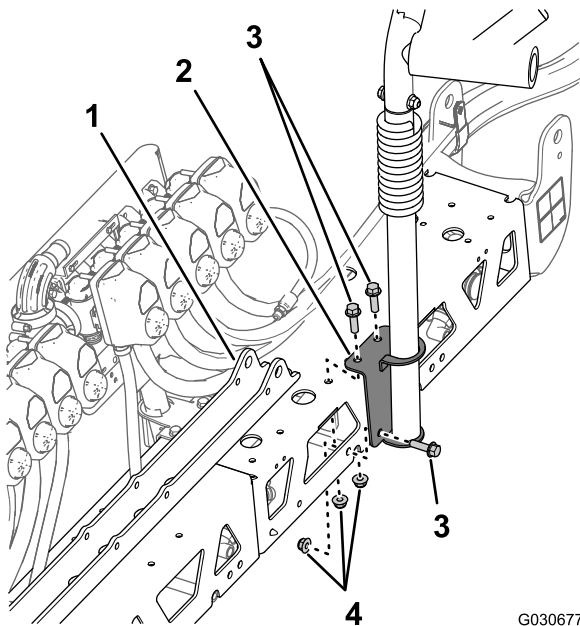

图 122
1. 将在 卸下喷洒臂托架 \(页码 31\) 的步骤 3 中卸下的右喷洒臂托架安装支架中的孔与新中央喷洒臂段顶部和背部在油缸安装座右侧的孔对齐图 122。